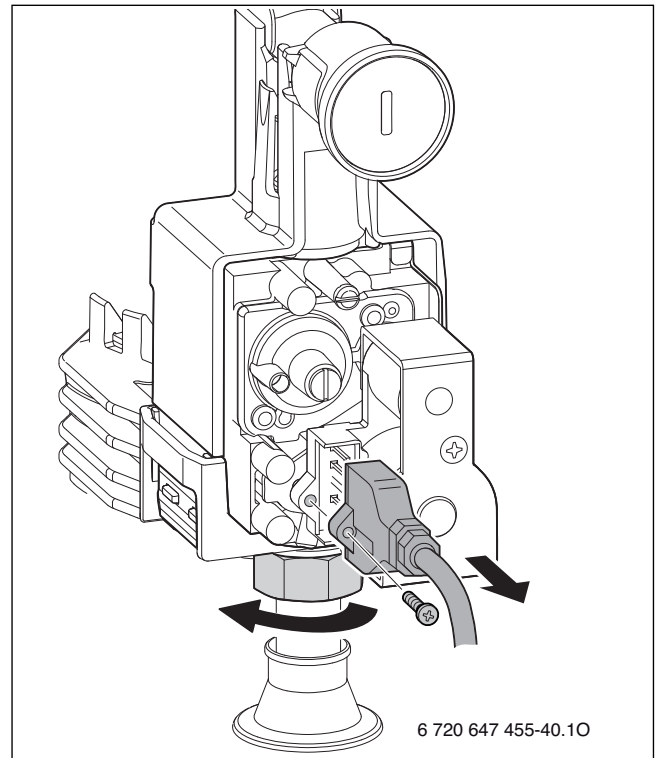

Bild 66
- Schraube entfernen (→ Bild 66).
- Gasarmatur ausbauen (→ Bild 66, Seite 47).